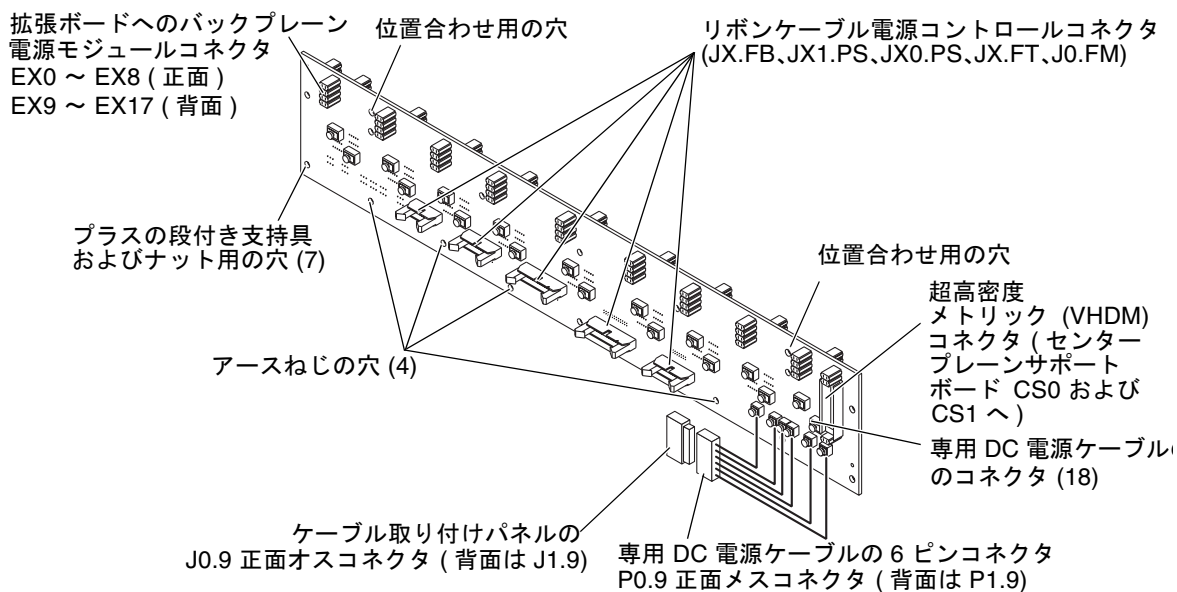

図 15-1 電源センタープレーンの電源制御接続部
5. 5 つのリボンケーブル電源コントロールコネクタを、電源センタープレーンから取り外します (図 15-1)。
4. 5つのリボンケーブル電源コントロールコネクタを、電源センタープレーンから取り外します。詳細は、図 15-1 を参照してください。